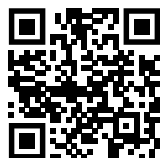

Fig. 62
- Abrir el Liebherr SmartMonitoring Dashboard. (consulte Fig. 62).